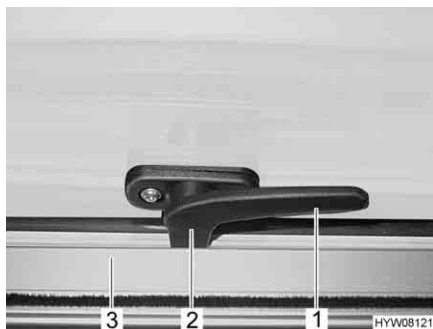

Fig. 26 Leva di serraggio in posizione "Chiuso"
- Ruotare la leva di serraggio (Fig. 26,1) di un quarto di giro verso il centro della finestra.
- Ruotare la leva di serraggio (Fig. 26,1) di un quarto di giro verso il telaio della finestra. Il nasello di chiusura (Fig. 26,2) si trova sul lato interno della chiusura della finestra (Fig. 26,3).